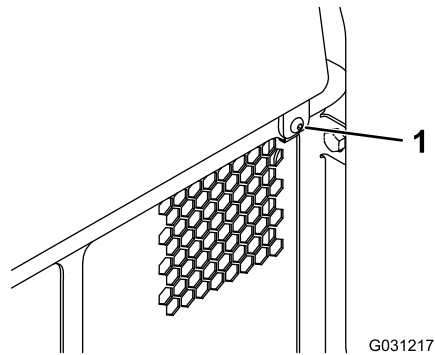

**Figura 33**
1. Alzate la linguetta che fissa l'asta di supporto (Figura 33).